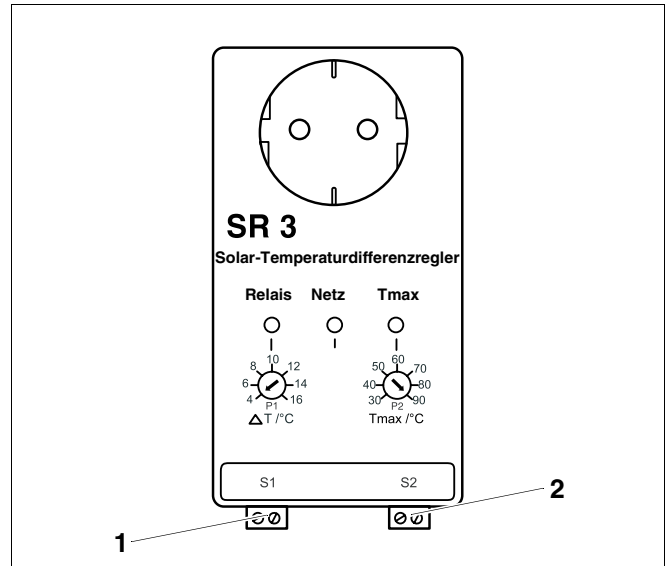

Fig. 6 Regulador de enchufe SR 3
- Conecte los cables de la sonda al aparato de control (fig. 6, **pos. 1 y 2**). La polarización es arbitraria.